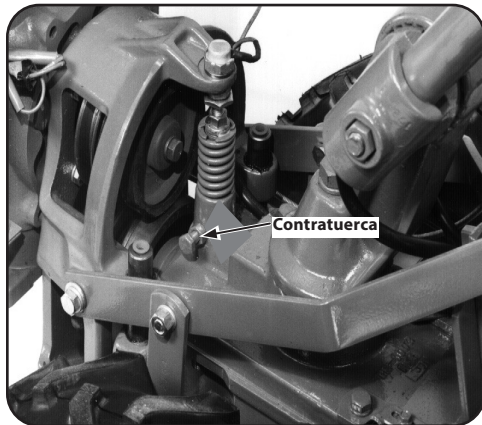

Figura 5-2
- La contratuera está ubicada en el costado izquierdo del émbolo neutro. Si está floja, inmovilice la cabeza del perno con una llave y utilice otra llave para ajustar la tuerca. Consulte la Figura 5-2.